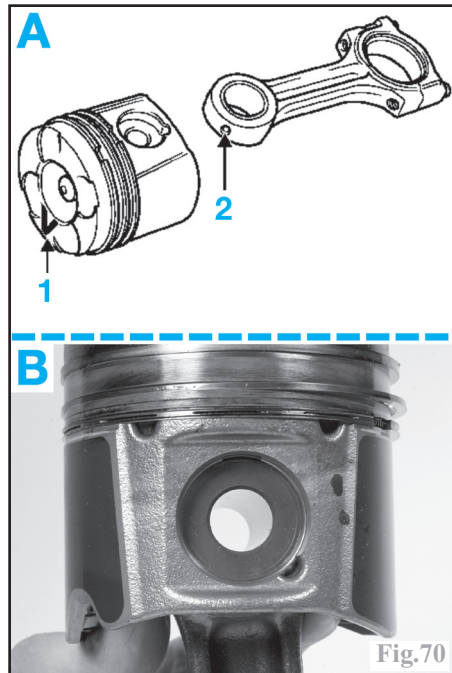

Fig.70
Assemblage d'un ensemble bielle-piston Positionner la pointe du repère "V" gravé sur la tête du piston (1) vers le bas et le trou de graissage (2) du pied de bielle à droite de l'axe vertical (A) (Fig.70).